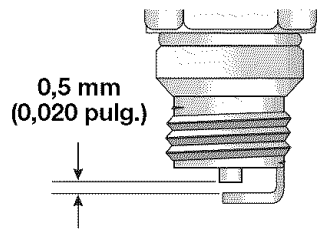

Fig. 18
2. Suelte el gatillo del regulador y deje que el motor funcione en marcha lenta. Si el motor se para, inserte un pequeño destornillador Phillips o de vástago plano en el orificio de la cubierta del silenciador / filtro de aire (Fig. 18). Gire el tornillo de marcha lenta en sentido horario, de a 1/8 de vuelta por vez (según sea necesario) hasta que el motor funciona en mínima.
3. Fije la separación de aire a 0,5 mm (0,020 pulgadas) utilizando un calibrador (Fig. 18).